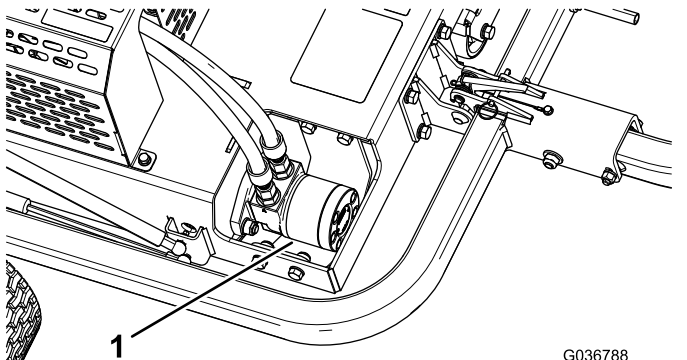

Bild 41
3. Reinigen Sie den Bereich um den Hydraulikmotor (Bild 41) von Schmutz und Ablagerungen.